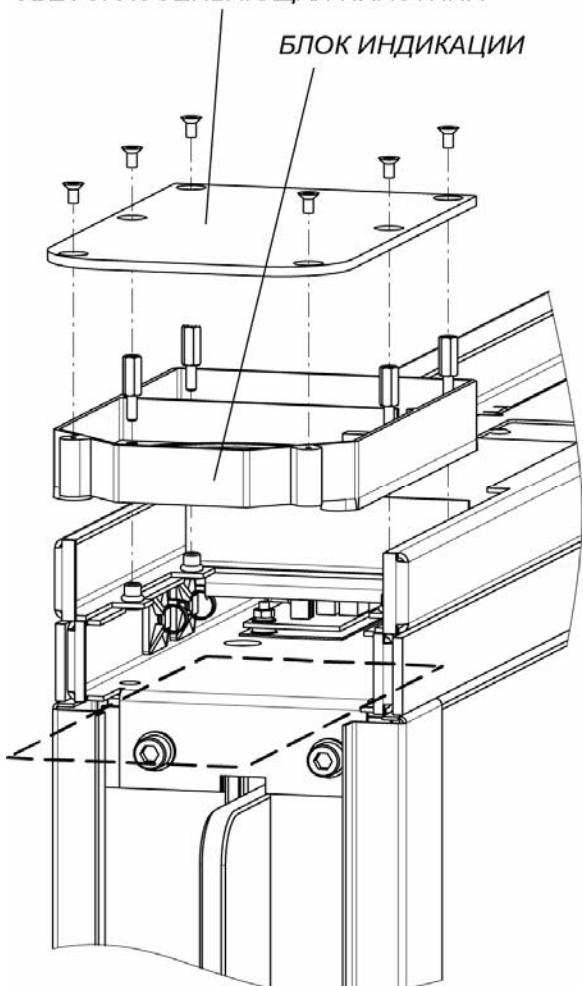
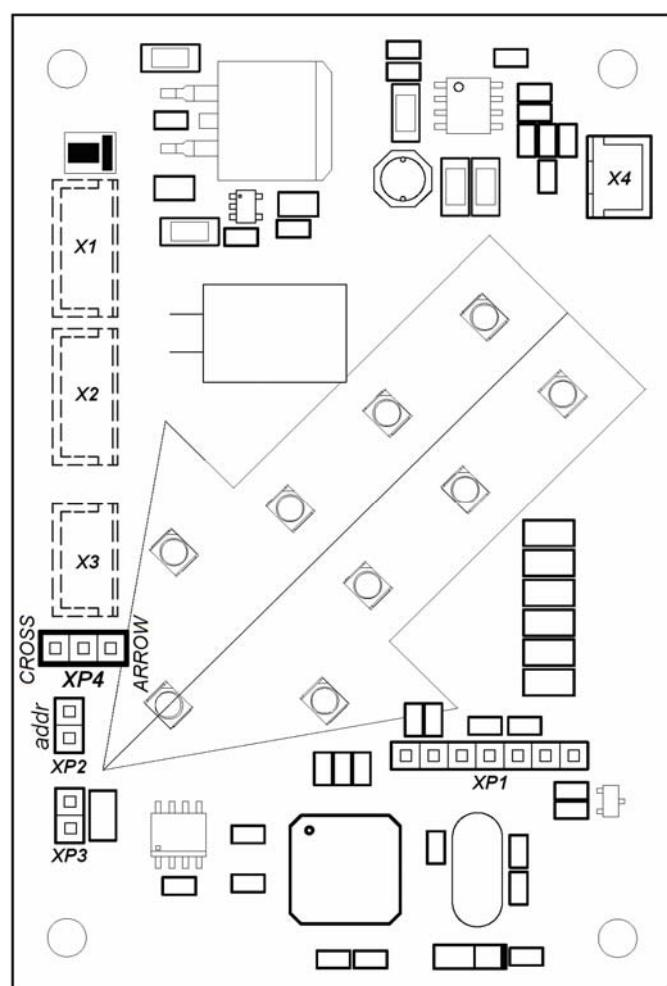

Рисунок 20. Демонтаж блока индикации крышки
Рисунок 21. Внешний вид платы индикации прохода
27. Установите на свои места передние панели боковых стоек (8) (разд. 8.8.2). После установки проверьте, чтобы верхний край установленной передней панели находился на одном уровне с корпусом турникета. Панели с торцевым блоком индикации устанавливаются с того края секций, где находятся блоки индикации крышки турникета, при этом необходимо вынуть соединительный кабель из верхнего короба турникета и подсоединить его к торцевому блоку индикации на передней панели.
28. При необходимости изменить тип индикации на торцевых блоках передних панелей на «красный крест» переставьте перемычку **XP4** в блоке индикации крышки данной секции (см. разд. 5.2.2, 8.8.3, расположение перемычки показано на рис. 21).
Для доступа к блоку индикации крышки турникета (11) необходимо предварительно снять с секции крышку стеклянную (10) (разд. 8.8.7). В блоке индикации под рассеивающей пластиной находится плата индикации прохода (рис. 21).
Для доступа к перемычке **XP4** на плате индикации прохода открутите отверткой с крестообразным шлицем PH2 два самореза и четыре винта M3×6, крепящие светорассеивающую пластину (см. рис. 20), и снимите ее.
Для демонтажа блока индикации (например, с целью установки считывателя) после снятия светорассеивающей пластины торцевым ключом S5 открутите четыре стойки, крепящие блок индикации к верхнему коробу (см. рис. 20), затем, по необходимости, отсоедините снизу у платы индикации прохода кабели от разъемов **X1**, **X2**, **X3** (см. рис. 21).